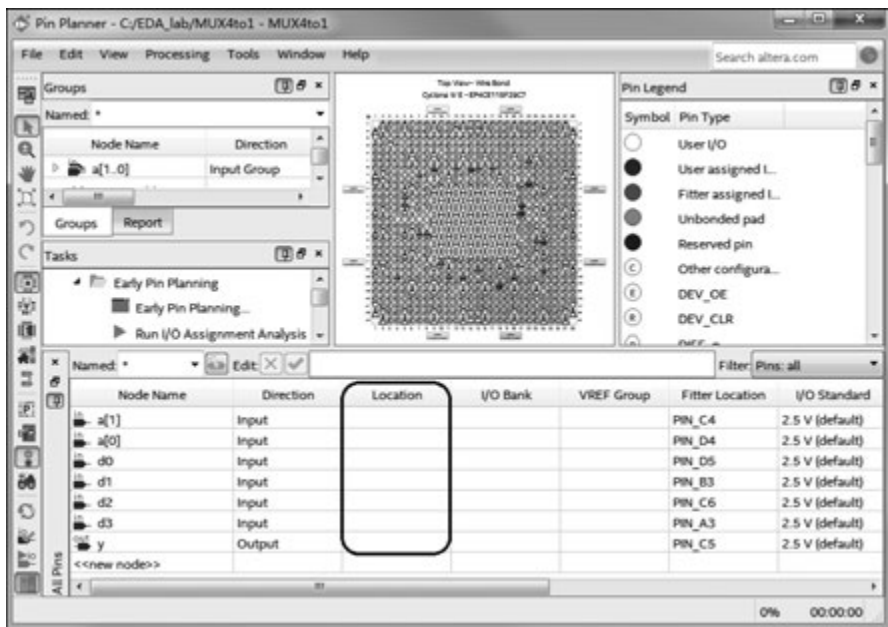

图 3-18 Pin Planner 窗口(1)
(1) 在 Quartus Prime 主界面中执行 Assignments→Pin Planner 菜单命令,弹出如图 3-18 所示的 Pin Planner 窗口。需要在图 3-18 中的 Location 栏中输入模块 I/O 端口对应的引脚信息。